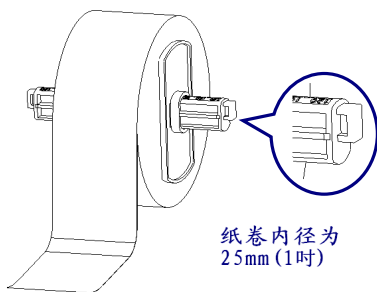
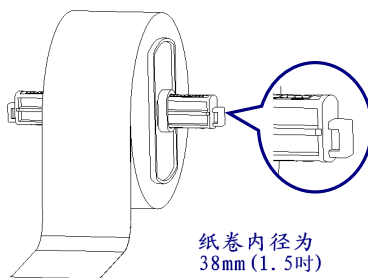

图2.4.5
图2.4.6
- 5) 纸卷内径有两种：25mm（1 吋）和 38mm（1.5 吋）。当纸卷内径不同时，纸卷支撑杆放入纸仓的方法也不同。具体操作方法如图 2.4.5、图 2.4.6）。